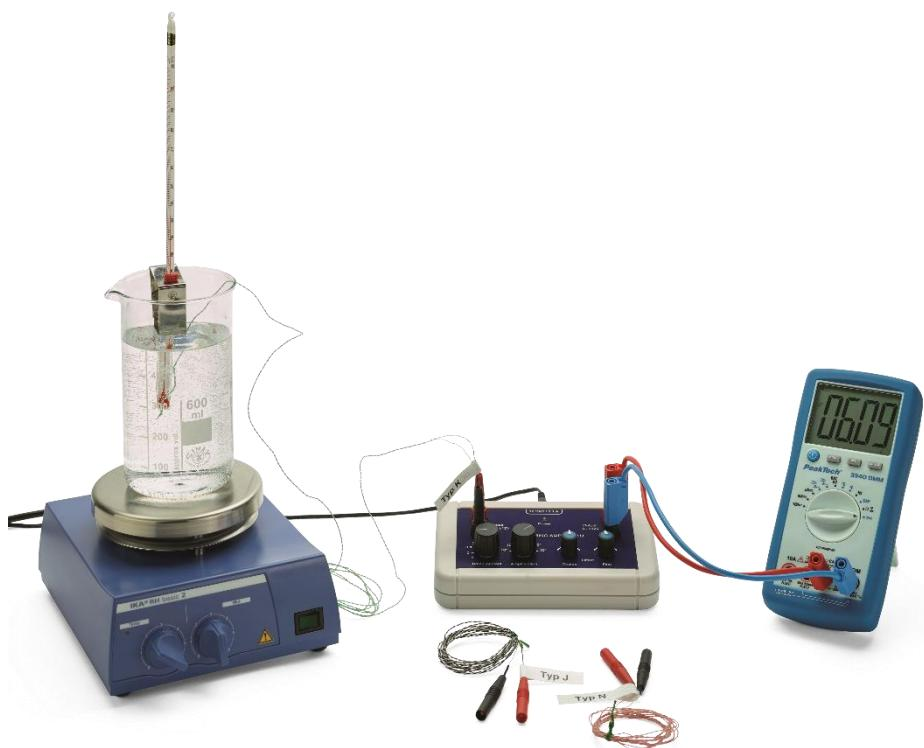

Fig. 1: Montaje experimental
- Se monta el experimento de acuerdo con la Fig. 1.